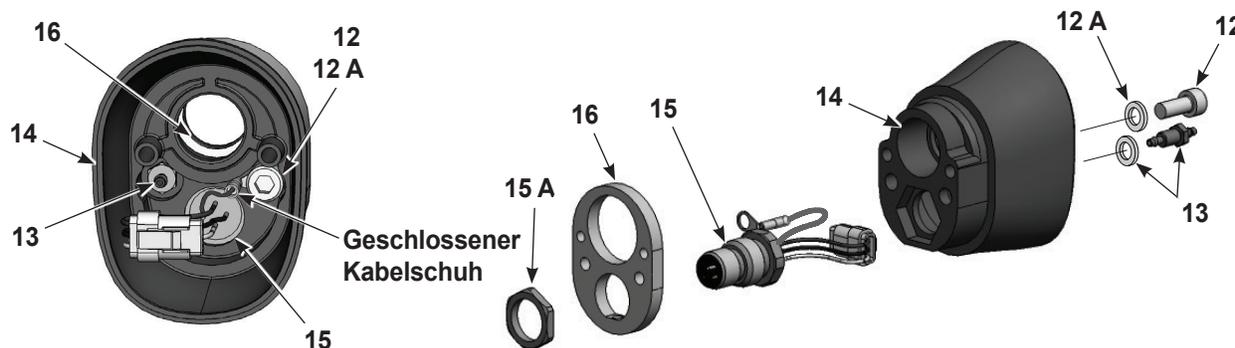

Abbildung 7-6 Zerlegung des Sprühapplikators für Rohrmontage (5 von 5)
18. Siehe Abbildung 7-6. Zum Zerlegen der hinteren Gehäusebaugruppe die Schraube (12) und den Schlauchsteckanschluss (13) aus dem hinteren Sprühapplikatorgehäuse (14) entfernen. Ein 3-mm-Innensechskantschlüssel und ein 1/4-Zoll-Steckschlüssel mit Verlängerung sind erforderlich.
19. Die Mutter (15A) von der Buchse schrauben, die Erdungsplatte (16) vom hinteren Sprühapplikatorgehäuse abziehen und den Buchsenkabelstrang durch das Gehäuse führen.